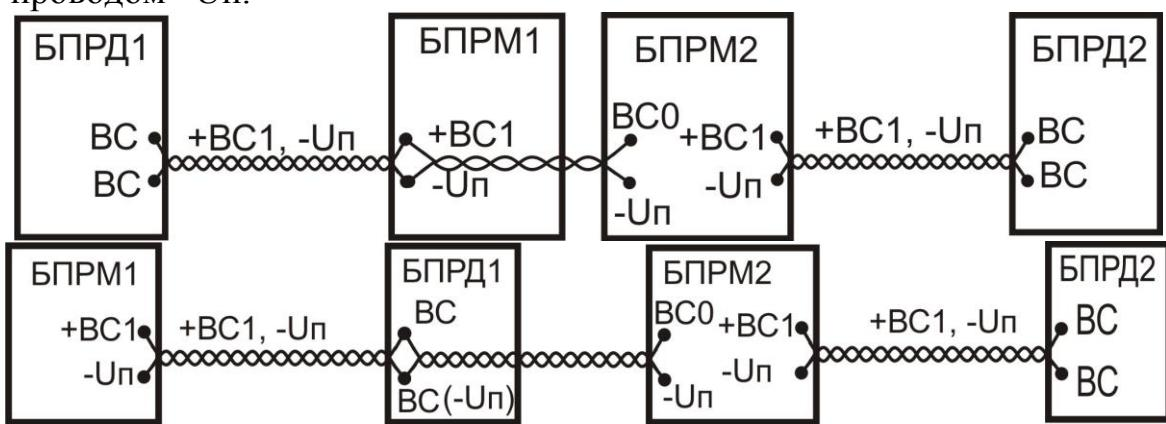

Рис.6.12
6.3.4.5 Для проводной синхронизации, при возможной засветке посторонними радиопередающими устройствами (о чем свидетельствует частые «ложные» тревоги), необходимо включить взаимную синхронизацию. При этом активный выход +BC1 (БПРМ1 или БПРД1) ведущего извещателя подключается к входу (+BC0) ведомого извещателя (БПРМ2), в зависимости от расположения БПРМ2 (вблизи смежного БПРД1 или БПРМ1, см. рис. 6.12), т. е. на любом конце активного провода (+BC1) синхронизации. Подключение должно также проводиться витой парой с проводом -Up.